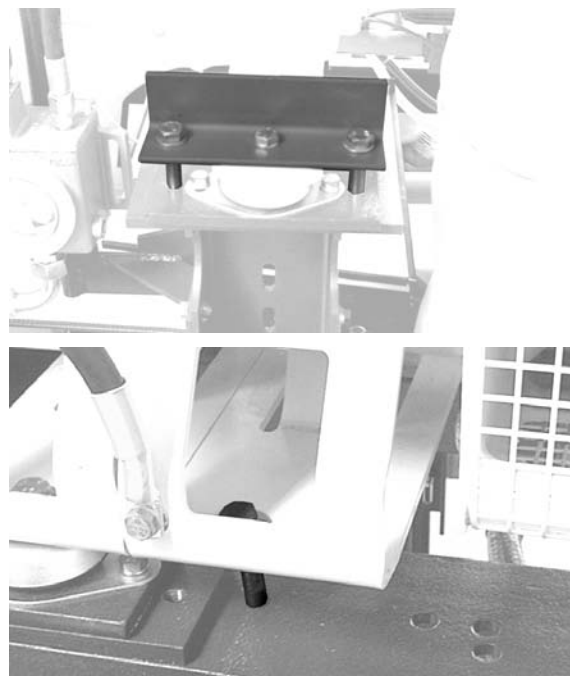

Рис.7 Удалить четыре транспортных предохранителя с эластичных опор двигателя и генератора
2. Снять транспортные предохранители с упругих опор двигателя (Рис.7)